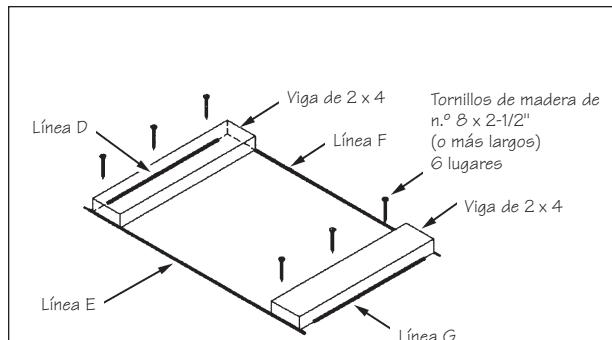

Figura 3
- 3** Coloque cada una de las tablas de 2 X 4, de modo que los extremos cortos de las mismas estén alineadas con las líneas E y F y los bordes largos estén alineados con las líneas G y H. Asegure las tablas de 2 X 4 al piso con tres tornillos de madera n.º 8 X 2-1/2". Vea la figura 3.